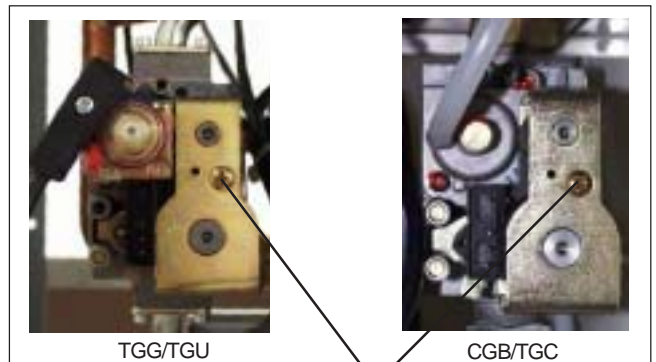

Abbildung 2: Befestigungsschraube Doppelspule
- Ziehen Sie den Zündtrafo (TGG/TGU) bzw. den Molex-Stecker (CGB/TGC) vom Gaskombiventil ab und lösen Sie die Befestigungsschraube der Doppelspule (siehe Abb. 2).